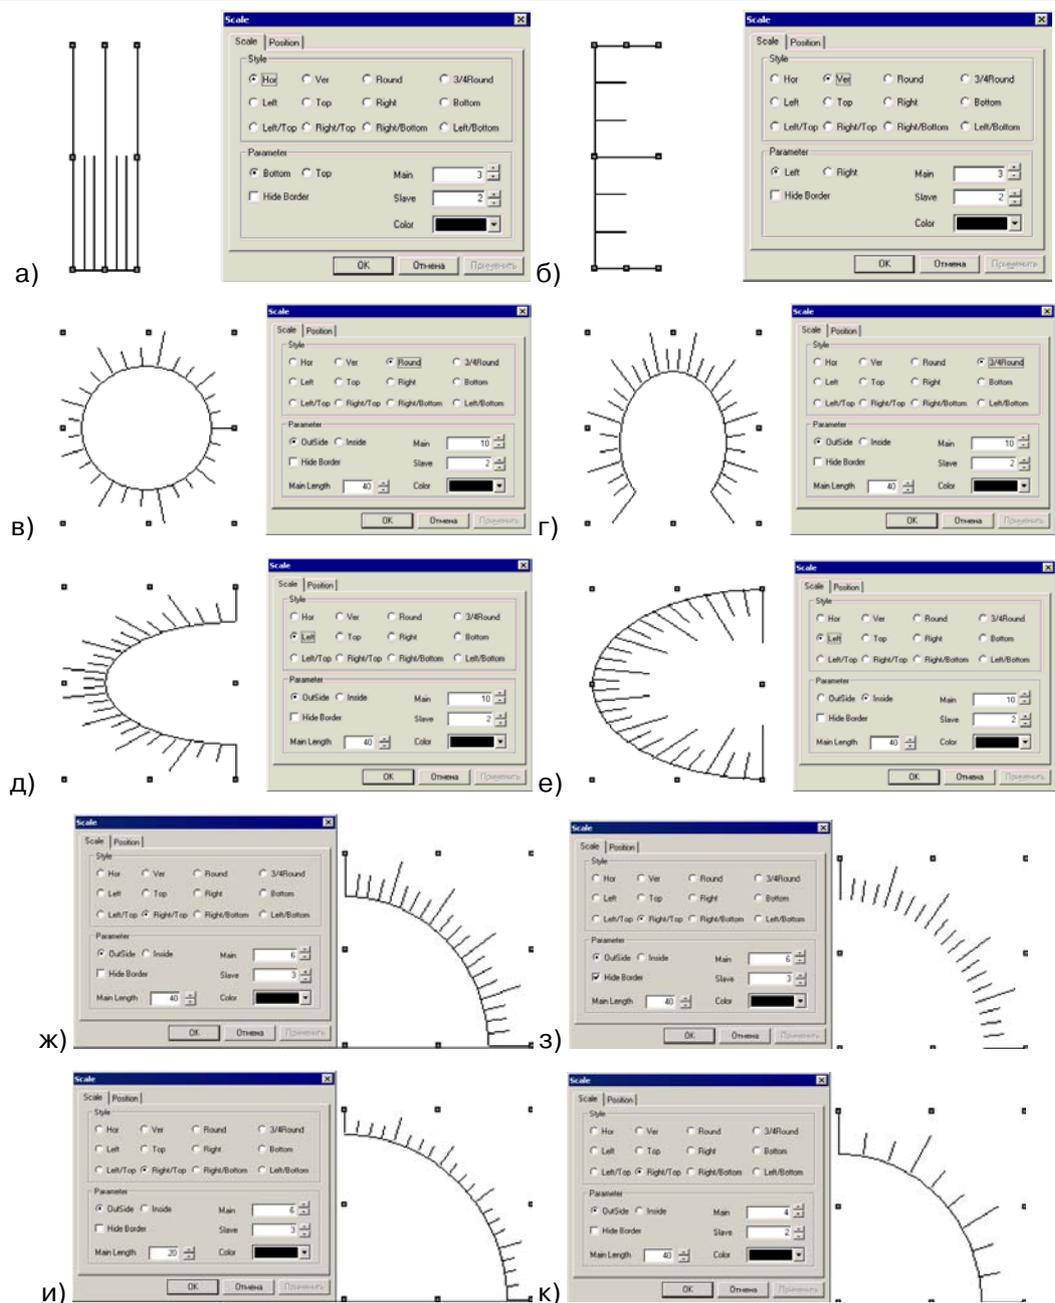

Рисунок 158
- 1) «Горизонтальная» – горизонтально расположенная линейная шкала (см. рис. 158, а).
- 2) «Вертикальная» – вертикально расположенная линейная шкала (см. рис. 158, б).
- 3) «Круговая» – круговая линейная шкала (см. рис. 158, в).
- 4) «3/4 круга» – секторная (неполная круговая) линейная шкала (см. рис. 158, г).
- 5) «Слева» – секторная (половина круга) шкала, обращенная влево (см. рис. 158, д).
- 10) «Справа-вверх» – секторная (четверть круга) шкала, обращенная вправо-вверх (см. рис. 158, ж).
- 1) Выбором требуемой позиции переключателя «Влево, Вверх, Наружу / Вправо, Вниз, Внутрь» задается расположение штрихов шкалы относительно базовой линии. Вид переключателя зависит от того, какой стиль шкалы выбран в группе полей «Стиль» (см. рис. 158, д, е).
- 2) Установкой флажка в поле переключателя «Скрыть рамку» задается отображение базовой линии шкалы (если флажок не установлен) или отказ от ее отображения (если флажок установлен), см. рис. 158, ж, з.
- 3) Выбором значений в полях «Главная» и «Вторичная» задается количество отображаемых штрихов шкалы, основных и второстепенных (см. рис. 158, и, к).
- 4) Вводом значения в поле «Длина штриха основного» (поле доступно для круговых и секторных стилей отображения шкалы) задается длина основного штриха шкалы. Длина вспомогательного штриха автоматически задается как половина основного (см. рис. 158, ж, и).